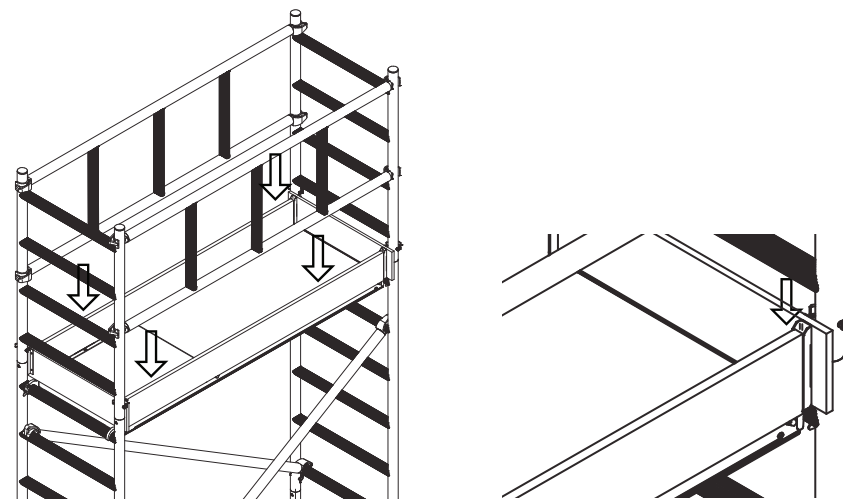

Rys. 29. Montaż bramek stabilizujących
11. Zamontować bramki stabilizujące (2 szt.) na kolumny drabin nadstawki od wewnątrz. Należy sprawdzić prawidłowe napięcie zabezpieczeń haków (Rys. 29).